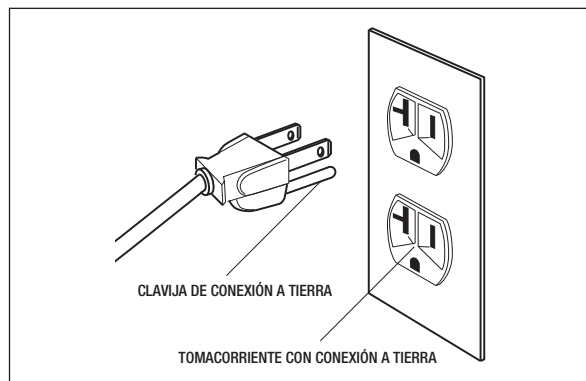

Figura 3
- Este producto es para usarse en un circuito con 120 voltios nominales. Debe estar conectado a tierra. En caso de cortocircuito eléctrico, la conexión a tierra reduce el riesgo de descarga eléctrica al proporcionar un cable de escape para la corriente eléctrica. La unidad está equipada con un cable que tiene una clavija de tierra. Encajará en uno de los tipos comunes de tomacorriente que se muestran en la Figura 3. Si el enchufe no encaja en el tomacorriente deseado, haga que un electricista calificado cambie el enchufe o el tomacorriente.
1. Si el enchufe del cable de alimentación de la unidad no le resulta familiar o no encaja en su tomacorriente, la Figura 3 le ayudará a entender por qué, ya que ilustra los diferentes tipos de enchufe y los voltajes con los que se utilizan.
3. Este producto debe usarse en un circuito para 120 voltios nominales y tiene un enchufe para tierra parecido al que aparece en la Figura 3.